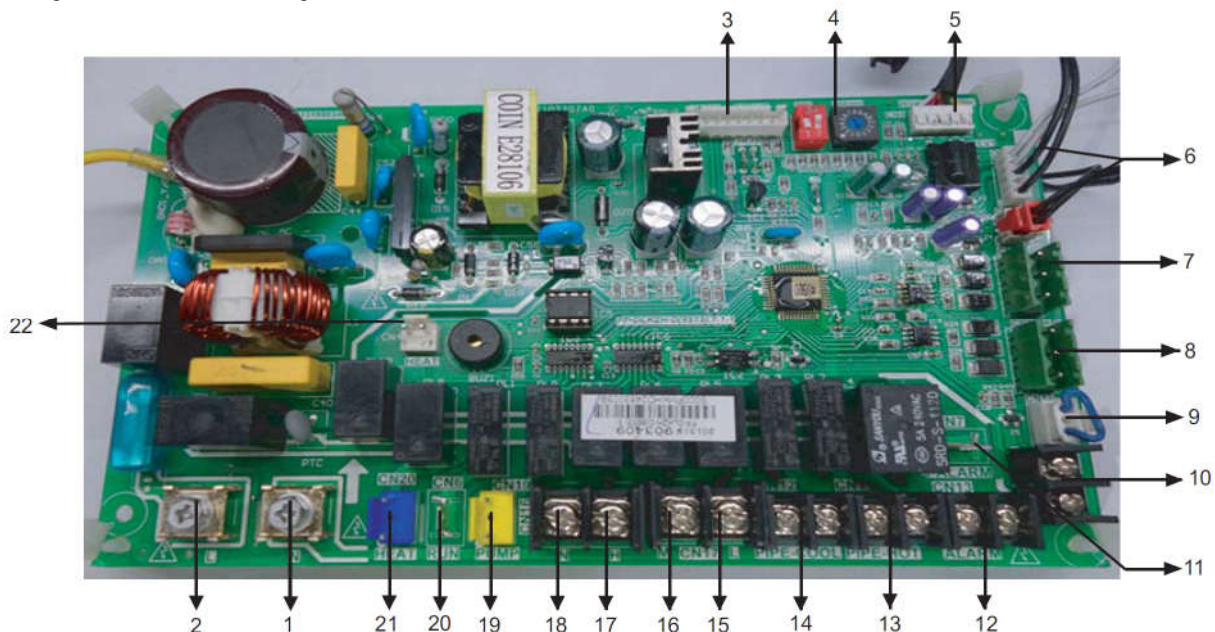

Abb. 5.1
5.3.2 Bezeichnung der Bedienelemente und der Anschlüsse/Klemmen auf der Hauptplatine der Steuereinheit (siehe Bild 5.1)